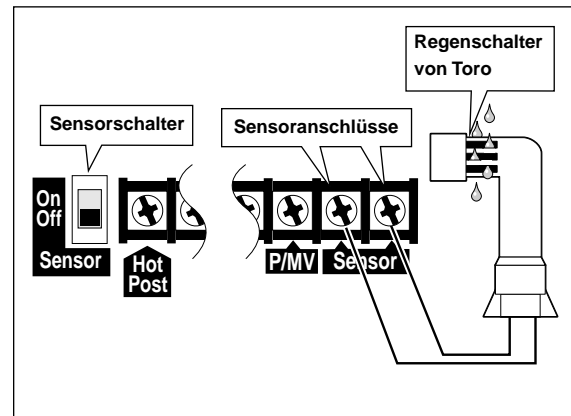

Abbildung 11 - Schaltdiagramm zum Anschluß des Regenschalters von Toro
3. Die beiden anderen Leiter (in beliebiger Reihenfolge) wie in **Abbildung 11** dargestellt an die Sensoranschlüsse anschließen.